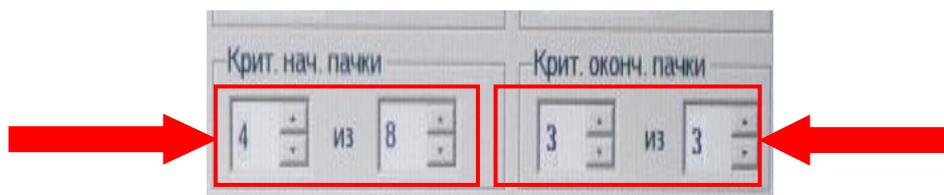

Рис. 2.45. Установка критерия начала и окончания пачки
- критерий начала пачки: 4 из 8 и критерий окончания пачки: 3 из 3 (рис. 2.45);